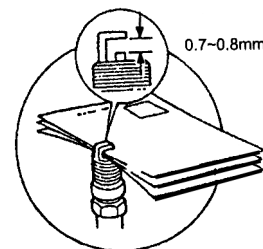

Figure 15
- 3) Mesurez le dégagement entre l'électrode. Voir Fig.15. Le dégagement devrait être entre 0.7-0.8mm. Si le dégagement est supérieur à 0.8mm, remplacez la bougie avec une LD F7TC ou équivalent (NGK BP6ES, Champion N9Y).